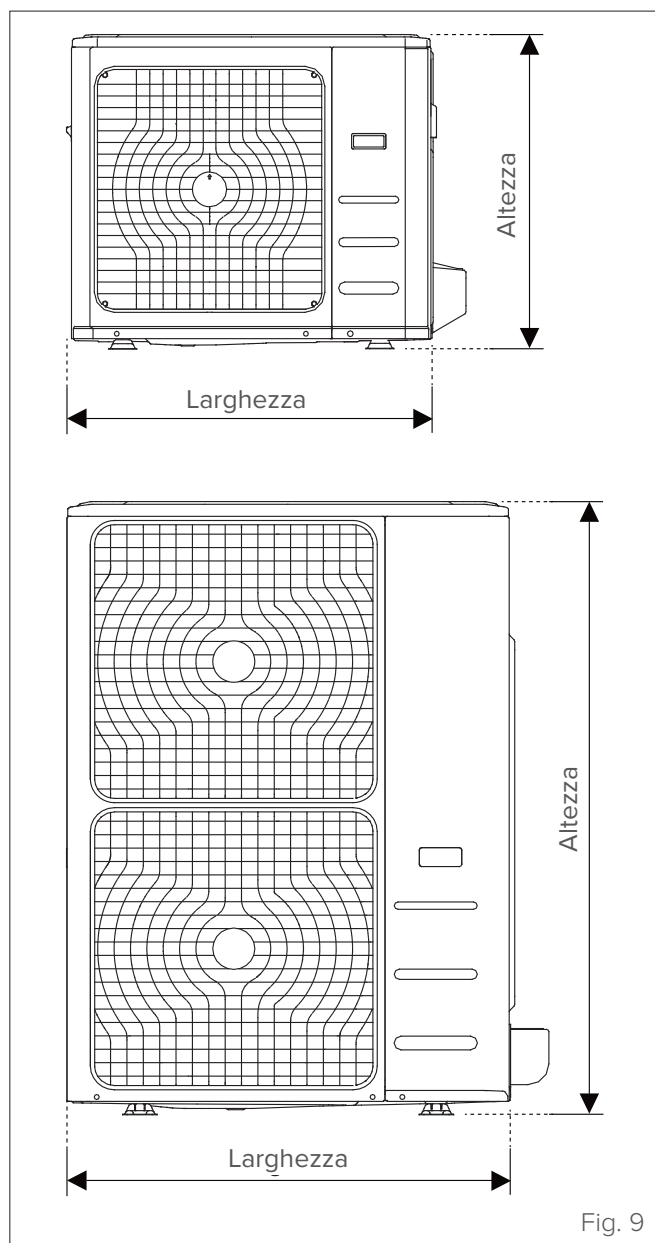

Fig. 9
- 1 Marcare le posizioni dei fori per le staffe in base alle misure riportate nello schema delle dimensioni di montaggio (vedere "Fig. 9").